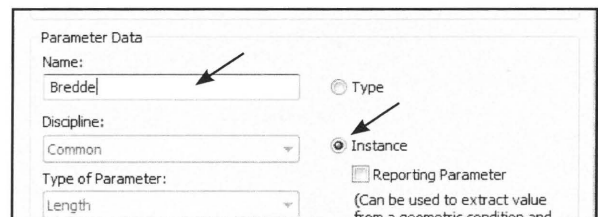

Fig. 08.79. Navngiv *Bredde* og kald den *Instance*.
- Navngiv parameteren *Bredde* og vælg *Instance Parameter* (Fig. 08.79) Klik *OK*.